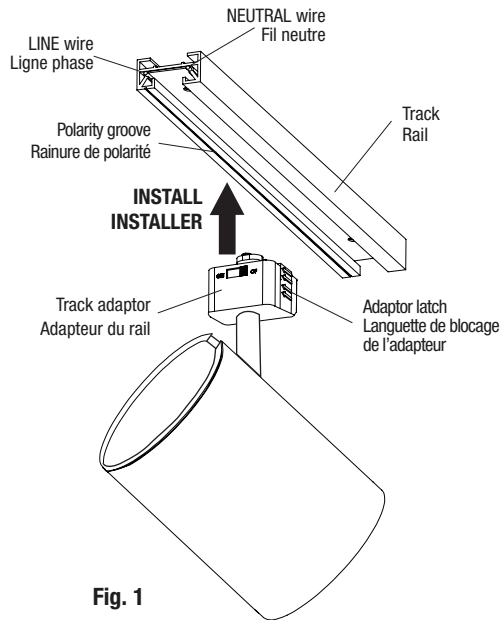

Fig. 1
1. Insert the brass contacts on the top of Track Adaptor into the Track Channel (Fig. 1).
1. Insérer les contacts en laiton de l'adaptateur dans l'encoche du rail (Fig. 1).